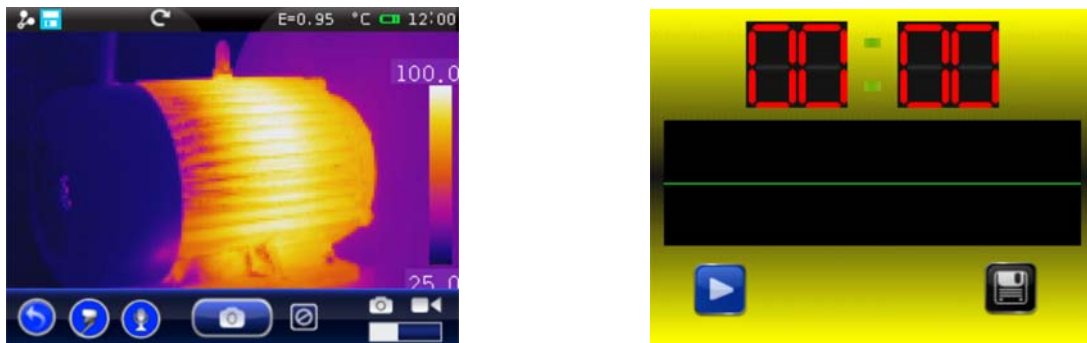

Fig. 61: Inserción anotación de voz
1. Realice el guardado de una imagen de acuerdo con el procedimiento descrito en el § 5.2.4.1). Al término de la operación la situación del instrumento se muestra en la Fig. 61 – Parte izquierda)
2. Toque el icono “”. La pantalla de Fig. 61 – Parte derecha se muestra en pantalla